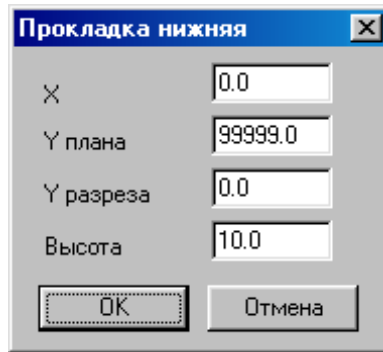

Рисунок 1.49 – Вікно введення параметрів вибраної деталі
– після вибору деталі зі списку на екрані висвітлюється вікно діалогу, що містить вікна введення "X", " Y плану", " Y розрізу", " Висота" (рис. 1.49), які визначають положення деталі пакета в системі координат пакета. При необхідності можна відредагувати координати й висоту деталі. Y розрізу для деталей розраховується автоматично;